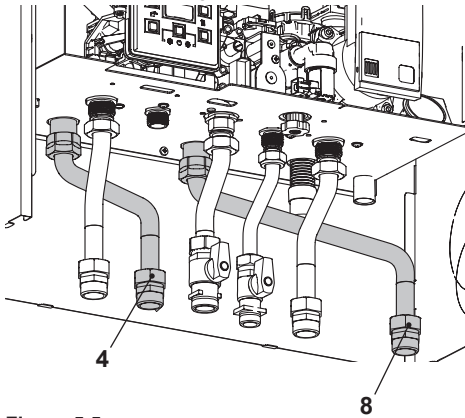

Figura 5.5
al raccordo della caldaia MB (4) (Mandata bollitore) indicato in Figura 5.5.
Collegare il ritorno del serpentino bollitore al raccordo della caldaia RB (8) (Ritorno bollitore) indicato in Figura 5.5.